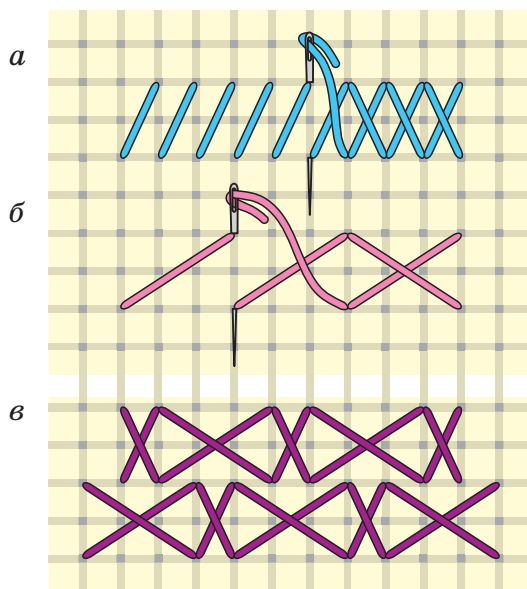

Рис. 47. Удлинённый косой крест:
**Удлинённый косой крест** вытянут в высоту или в длину (рис. 47, а, б). Вышивается он по прямоугольнику, стороны которого не равны. Им выполняются декоративные вышивки (рис. 47, в).